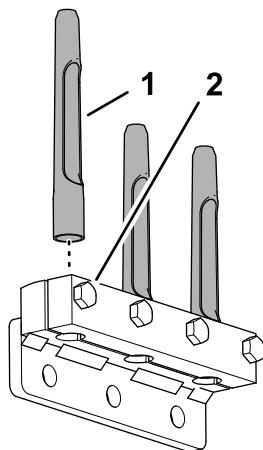

Рисунок 41
2. Установите зубья в держатель и зажим зубьев (Рисунок 41).